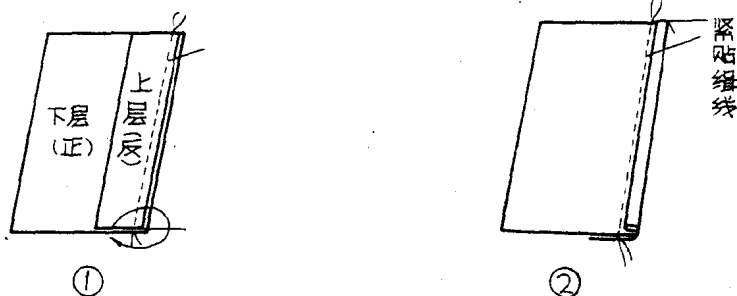

图1-18
- (1)两层衣片反面迭合, 下层包转上层, 沿边缉第一道线。
- (2)将缝头折转扣齐, 从衣片正面沿边缉第二道线。
8、滚边 见图1-18